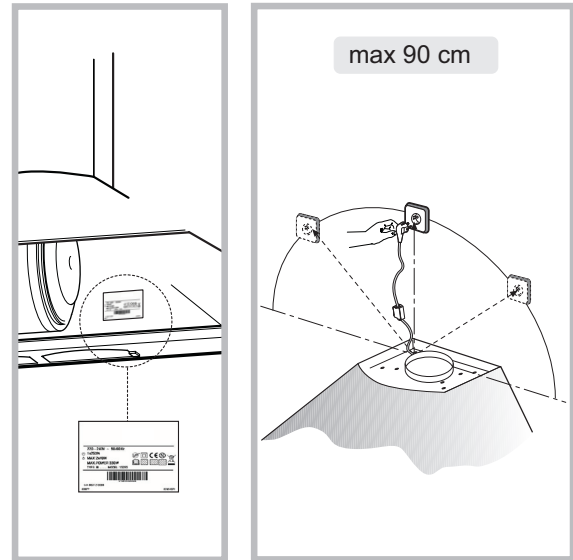

Fig.1C
- проверьте, чтобы напряжение и мощность, указанные на заводской табличке (расположена внутри изделия) соответствовали данным сети электропитания и электрической розетки. В случае сомнений обратитесь к квалифицированному электрику (**рисунок 1C**).